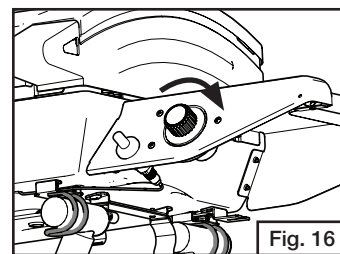

Fig. 16
- S'assurer que la soupape du régulateur est fermée avant de fixer une bonbonne de propane. (Fig. 16)